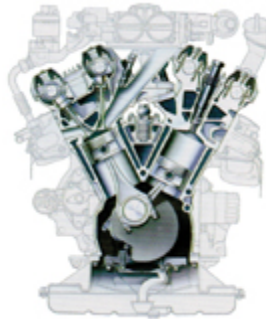

Fig. 26
- **Motores de cilindros en "V" (fig. 26)**